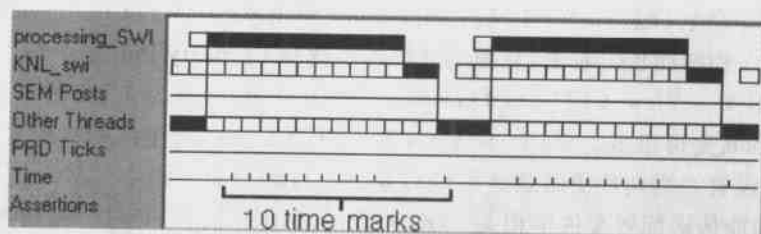

图 7.29 Load 值为 900 时的线程执行图
(11) 在线程执行图内右击, 从弹出的菜单中选择 Clear。因为 processing_SWI 在 10 个标记发生前已完成其操作, 因此程序仍能满足实时要求, 如图 7.29 所示。
(12) 在 Load 调节窗口将 Load 改为 1 200, 单击 Execute 按钮。CPU 负荷和线程执行图将不再频繁更新, 甚至根本就不更新, 这是因为执行图的相关数据在 idle 线程内送给主机, 其优先级是所有线程中最低的, 而高优先级线程用完了所有的处理时间。因此主机没有足够时间更新窗口, 此时程序就不能满足实时要求。